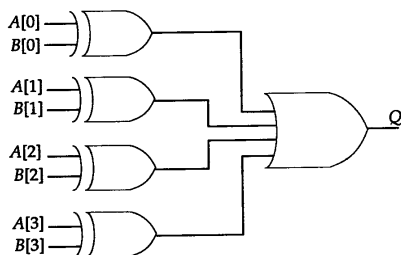

图5-11 A 不等于 B 的逻辑
1. 用基本门描述图 5-11 显示的电路模型。编写一个测试验证程序用于测试电路的输出。使用所有可能的输入值对电路进行测试。